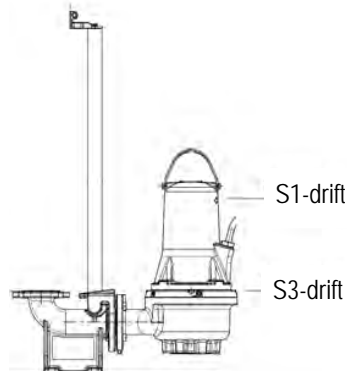

Fig. 2 Stoppnivåer
- För **S1-drift** (kontinuerlig drift) måste pumpen alltid vara täckt av den pumpade vätskan till motorns överkant. Se fig. 2.
- För **S3-drift** (periodisk drift): Pumpen ska alltid täckas av pumpvätskan upp till pumphusets övre del. Se fig. 2 (endast för inte explosionssäkra versioner).